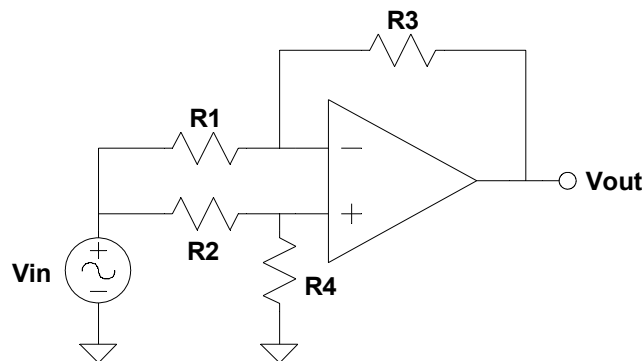

Figura 3
Objetivo: Estimar el CMRR de un amplificador operacional ( $CMRR_{U1}$ ) a partir del circuito de la Figura 3.
Aplicando el resultado anterior referente a  $CMRR_{U1}$  es posible entonces utilizar el circuito de la Figura 3 para medir indirectamente el  $CMRR_{U1}$ . Es decir que  $CMRR_{U1} = CMRR_T = A_{dt}/A_{ct} = (R3/R1)/A_{ct}$ , siendo  $A_{ct} = V_{out}/V_{in}$  la ganancia en modo común total del circuito de la Figura 3.
- Se colocará en su lugar y conectará el amplificador operacional para tener el circuito definitivo (Figura 3).